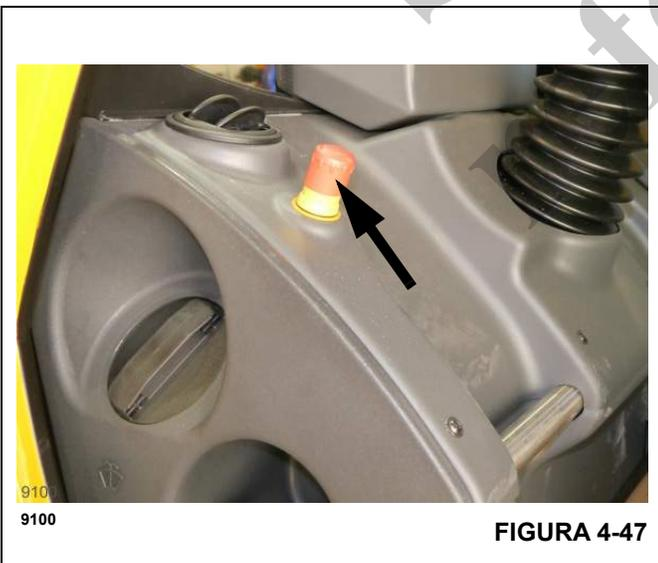

FIGURA 4-47
- Oprima el interruptor de parada de emergencia (Figura 4-47) para que se conecte.